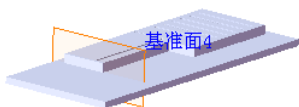
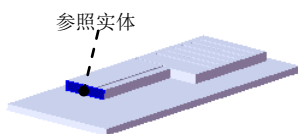

图 17.7.24 创建基准面 4
图 17.7.25 选取参考实体
Step13. 创建图 17.7.24 所示的基准面 4。选择下拉菜单 **插入(I)** → **参考几何体(G)** → **基准面(P)...** 命令；选取图 17.7.25 所示的模型表面为参考实体，在  后文本框输入 5，并选中 ☒ **反转** 复选框。